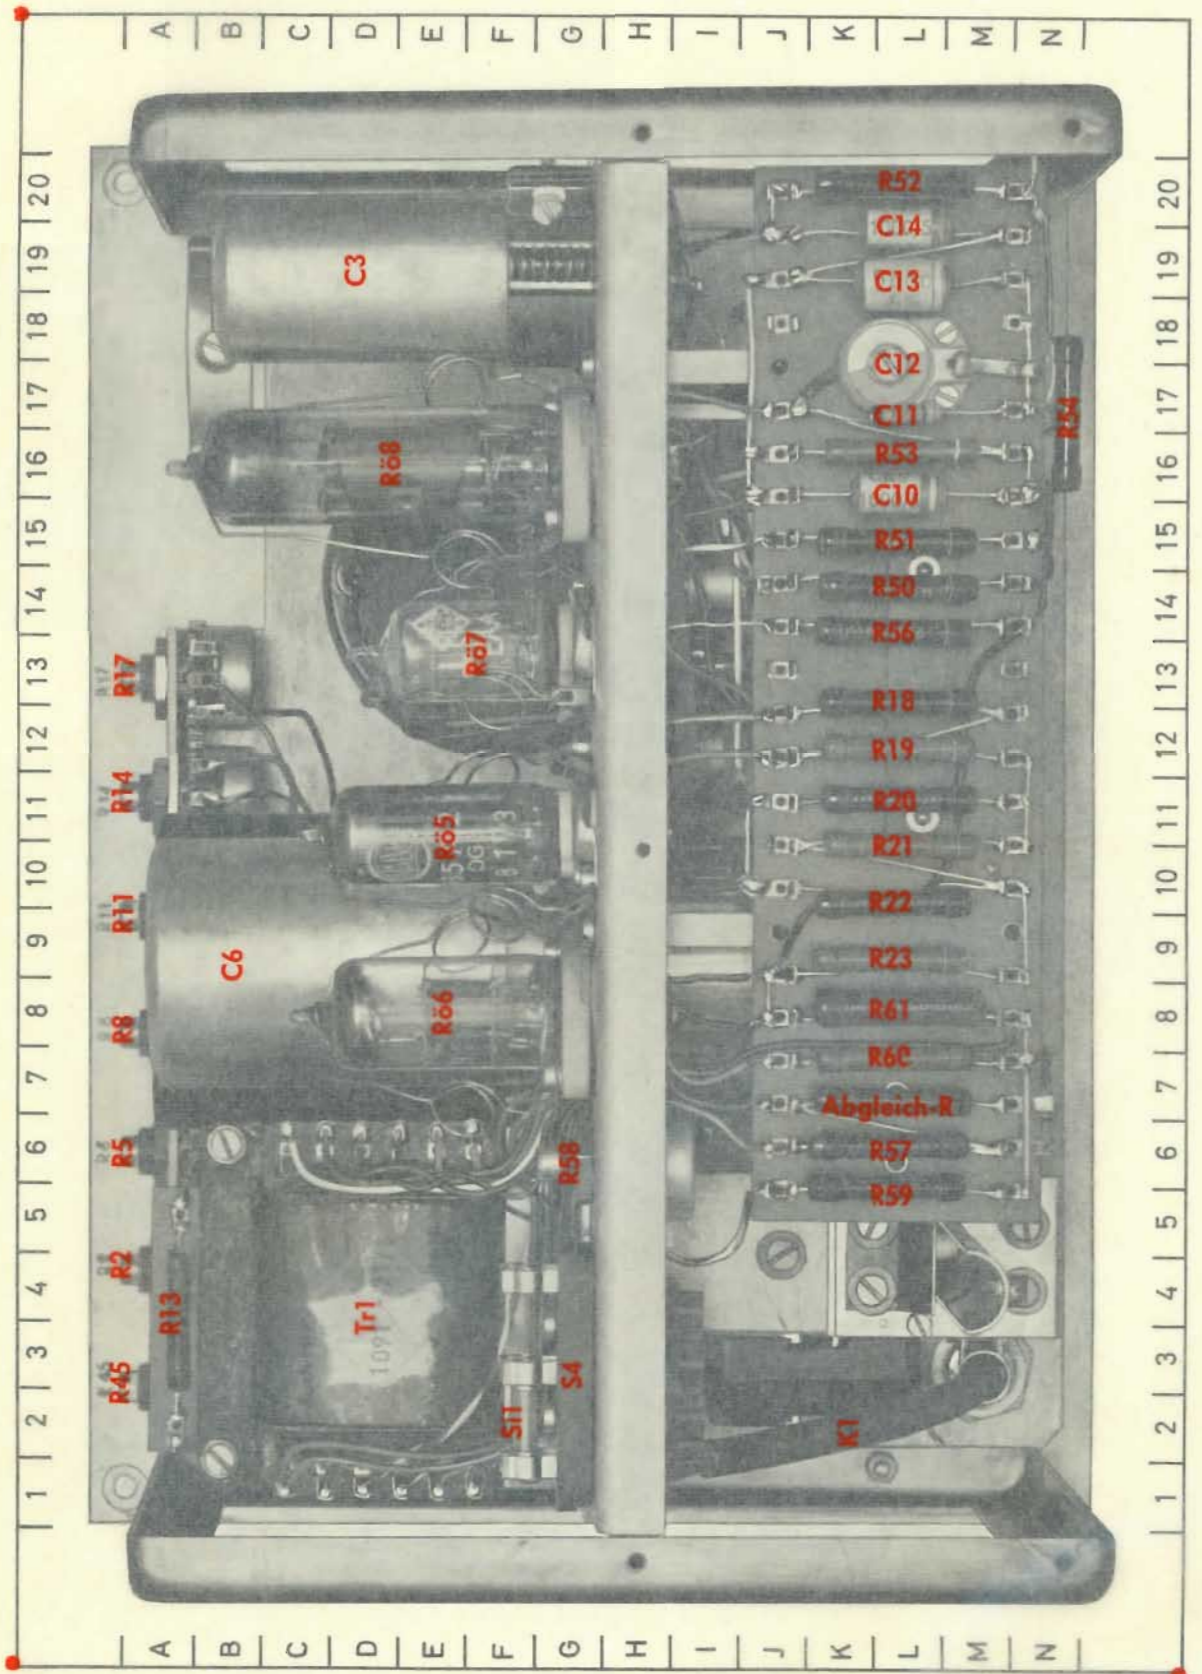

Bild 9. Ansicht von hinten
*) Der Widerstand R54 liegt nicht, wie Bild 9 zeigt, im Planquadrat 17-N, sondern wie oben angegeben zwischen den Röhrenfassungen von R $\ddot{0}$ 5 und R $\ddot{0}$ 6
***) Der Widerstand R55, innerhalb des Planquadrates 7-L von Bild 9 mit Abgleich-R benannt, liegt nicht hier, sondern zwischen den Röhrenfassungen von R $\ddot{0}$ 5 und R $\ddot{0}$ 6, wie oben angegeben